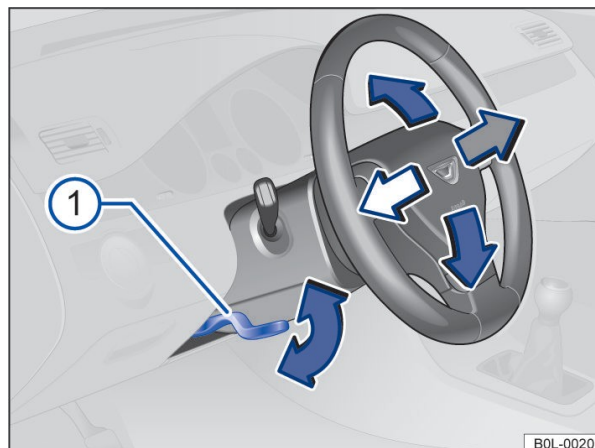

Рисунок 50. На панели облицовки рулевой колонки под рулевым колесом: джойстик механической регулировки положения рулевого колеса
- Нажмите на ручку вниз → Рисунок 50 ①.
- Обязательно поднимайте рычаг вверх → Рисунок 50 ① после каждой регулировки, чтобы предотвратить самопроизвольное перемещение рулевого колеса во время движения. ▶